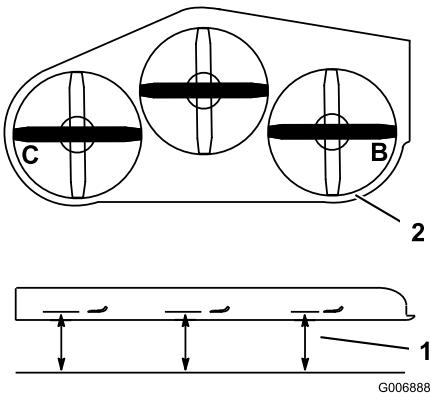

Figura 60
1. Disponete la lama destra in posizione longitudinale rispetto alla macchina (Figura 60).
2. Misurate la lama destra al punto **B** da una superficie pianeggiante fino al tagliente della punta della lama (Figura 60).
4. Disponete la lama sinistra in posizione longitudinale rispetto alla macchina (Figura 60).
5. Misurate la lama sinistra al punto **C** (Figura 60), da una superficie piana fino al tagliente della punta della lama.